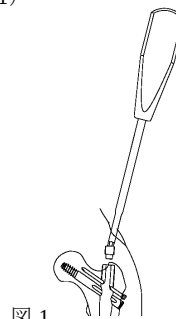

図 1
- 1) ストレートドライバーL を用いてエンドキャップを抜去します。（図 1）